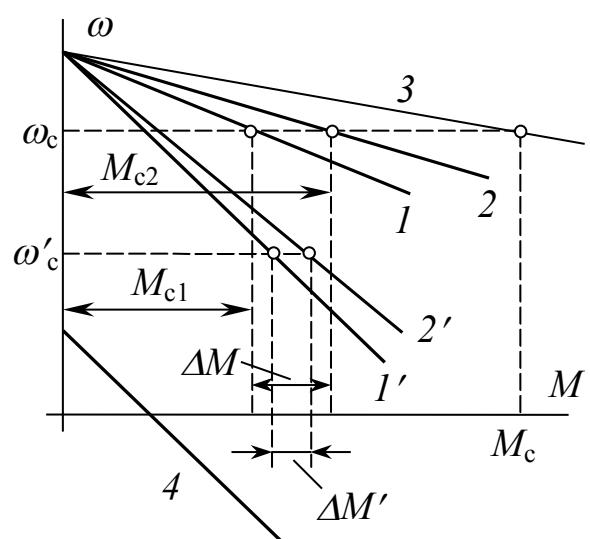
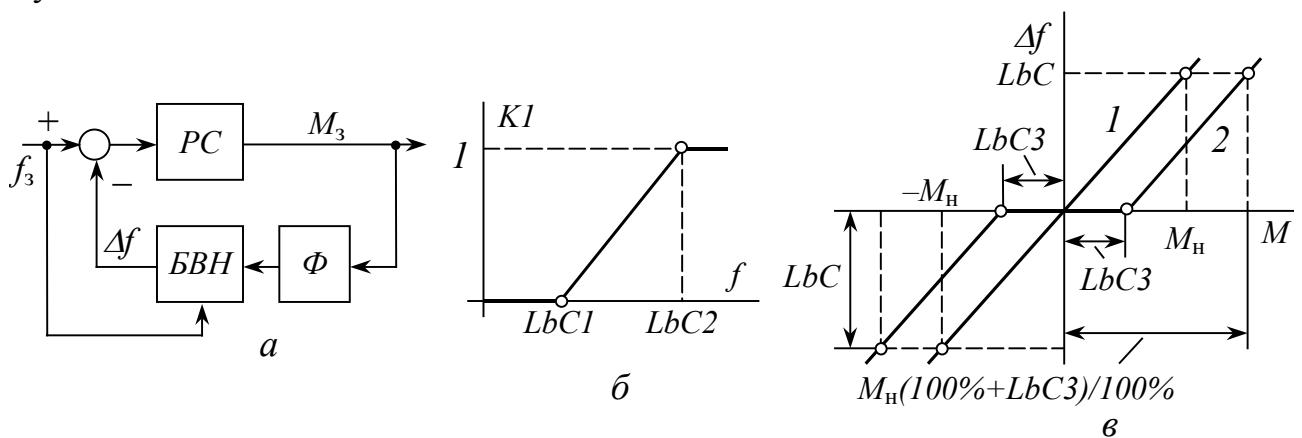

Рис. 6.6 Распределение нагрузок в двухдвигательном приводе
Рис. 6.7 Автоматическое выравнивание нагрузок
стко связаны, то их скорости равны, а нагрузка между ними может быть распределена неравномерно вследствие неидентичности параметров двигателей, ПЧ и систем управления. Пример механических характеристик для подобной ситуации приведен на рис. 6.6 (цифрами обозначены механические характеристики: 1 – первого привода; 2 – второго привода; 3 – суммарная). Как видно, моменты на валу двигателей (M_{c1} и M_{c2}) различаются. Одним из способов выравнивания нагрузок является смягчение механических характеристик (линии 1' и 2'). Благодаря этому разность моментов уменьшается от ΔM до $\Delta M'$. В ПЧ *Altivar 71* смягчение механических характеристик обеспечивается с помощью отрицательной обратной связи по заданному моменту (рис. 6.7а). Блок выравнивания нагрузки (БВН), исходя из задания на момент, вычисленного ПЧ, формирует сигнал коррекции задания на частоту Δf , пропорциональный заданному моменту. Этот корректирующий сигнал вычитается из задания на частоту (рис. 6.7а). Функция выравнивания нагрузки активизируется с помощью параметра LbA, [Load sharing], [Выравнивание нагрузки] меню [1.4 MOTOR CONTROL], [1.4 ПРИВОД]. Параметр доступен лишь для закона частотного управления Ctt, [Motor control type], [Закон управления двигателем], не равного FUC, [FVC] и имеет значения:
После активизации LbA следует выбрать интенсивность канала выравнивания нагрузки (т.е., коэффициент передачи БВН, см. линию 1 на рис. 6.7б). Она определяется значением параметра LbC, [Load correction], [Коррекция нагрузки], численно равного приросту частоты Δf при моменте, равном номинальному.
(коррекция на очень низкой скорости может привести к вращению вала, см. механическую характеристику 4 на рис. 6.6);
- LbF, [*Sharing filter*], [*Фильтр выравнивания нагрузки*] – постоянная времени фильтра в канале обратной связи по моменту (Φ на рис. 6.7а), предотвращающего автоколебания при наличии упругостей в кинематической цепи привода.
Благодаря ненулевому смещению момента (параметр LbC3) статическая характеристика БН принимает вид ломаной 2 на рис. 6.7в, а влияние параметров LbC1 и LbC2 изменяет ее наклон (т.е., интенсивность смягчения механических характеристик) в зависимости от текущей частоты.